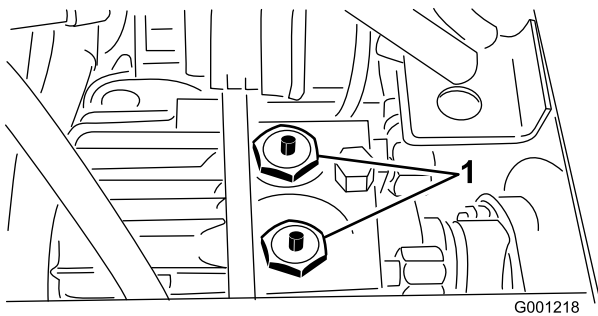

Bild 35
- Schmieren Sie einmal im Jahr die Stifte des Sperrventils großzügig mit Schmiermittel ein (Bild 35). Schmieren Sie auch die Lager in der Hinterachse alle 50 Betriebsstunden ein.